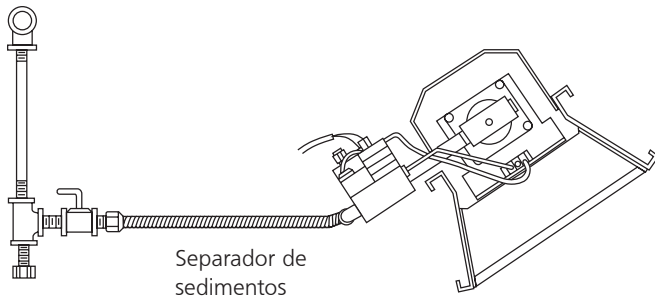

Figura 3. Instalación típica de las tuberías
- Se debe instalar un separador de sedimentos que cumpla con los requisitos típicos de la Figura 3 en la tubería a la válvula de gas.